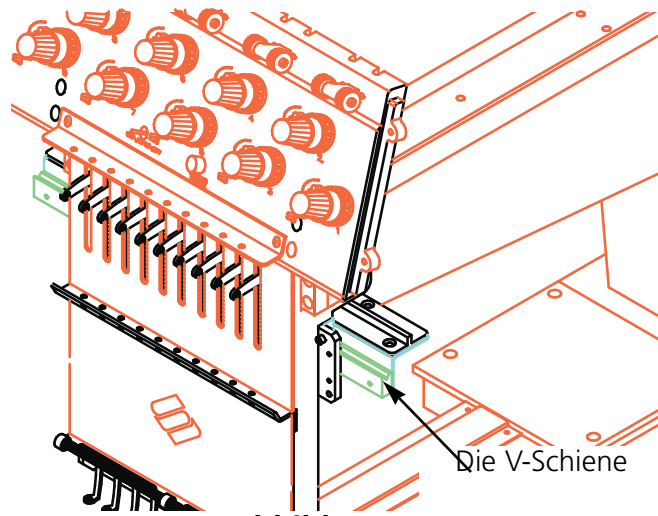

Abbildung 4-7
2. Geben Sie 1 Tropfen Nähmaschinenöl in die Nut wie abgebildet in Abb. 4-7.